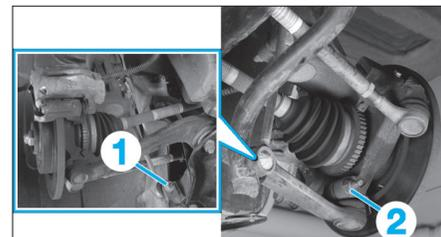
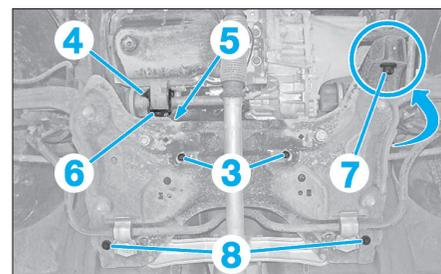

Fig. 20
Fig. 21
- l'écrou de rotule de biellette de barre stabilisatrice (Fig.20).
• Déposer la vis (2) de rotule pivot.
- les écrous de fixation (3) de la crémaillère de direction (Fig.21),
- les fixations (4) et (5),
- la biellette anticouple (6).